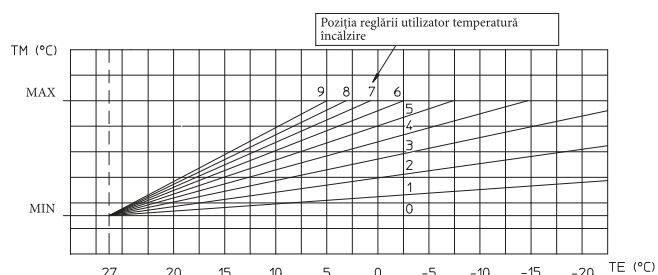

Fig. 1-8
Această sondă e racordabilă direct la instalația electrică a centralei și permite diminuarea automată a temperaturii maxime de tur în instalație în momentul creșterii temperaturii externe astfel încât să regleze căldura furnizată instalației în funcție de variația temperaturii externe. Sonda externă acționează întotdeauna când este legată indiferent de prezența sau de tipul de cronotermostat ambient utilizat. Corelarea între temperatura de tur la instalație și temperatura externă este determinată de poziția selectorului de pe tabloul de bord al centralei conform curbelor reprezentate în diagramă (Fig. 1-8). Racordul electric al sondei externe trebuie să se facă la bornele 38 și 39 pe fișa electronică a centralei (Fig. 3-2).
• **Funcționare cu sondă externă opțional** (🔧). În caz de instalație cu sonda externă opțională temperatura de tur a centralei pentru încălzire ambient este controlată de sonda externă în funcție de temperatura externă măsurată. (Parag. 1.6). Se poate modifica temperatura de tur alegând curba de funcționare cu butoanele (5 și 6) selectând o valoare cuprinsă între "0 și 9" (Fig. 1-8).